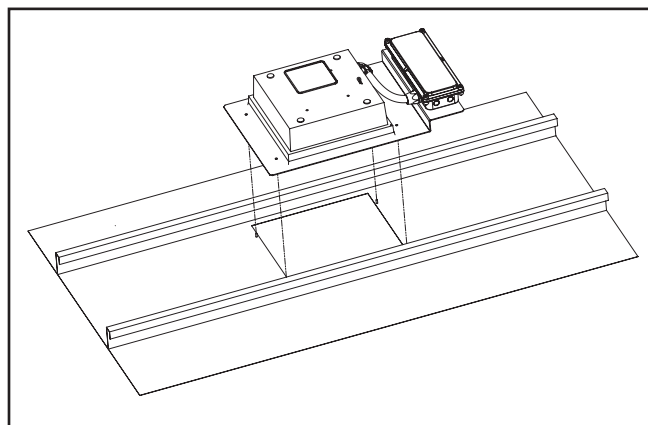
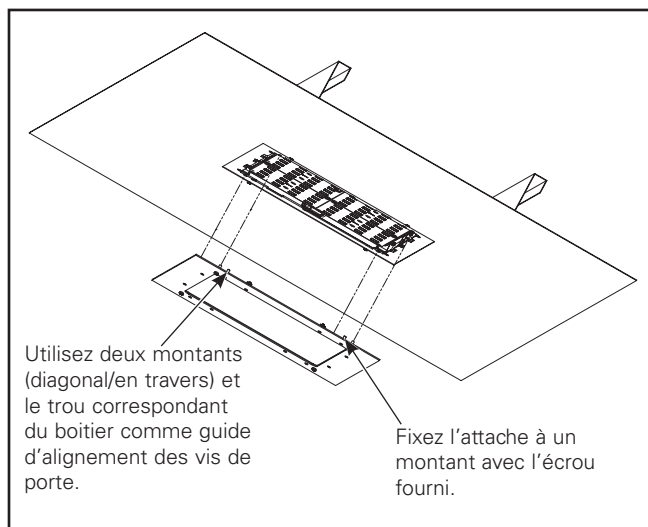

Figure 4.
Figure 6.
13. Alignez les quatre (4) vis à tôle ayant été vissées dans la voûte avec les quatre (4) ouvertures du cadre du luminaire (Figure 4).
15. Fixez l'attache à la porte en desserrant l'écrou de la porte puis en plaçant l'attache sur le montant et resserrez l'écrou (Figure 6).
16. Vissez la porte au luminaire en vous assurant que l'attache ne se coince pas dans le joint d'étanchéité et serrez les quatre (4) vis de la porte (en utilisant deux [2] montants diagonaux comme guide pour repérer les vis de la porte. (Figure 6). Serrez complètement les vis à un couple de 1,7 Nm (15 po-lb).
13. Retournez le luminaire avec le cadre face vers le haut et utilisez les quatre (4) vis à tôle comme tige-guides pour fixer le luminaire sur le dessus de la voûte (Figure 4).
15. Appliquez du scellant autour des quatre (4) vis pour couvrir l'ouverture de la vis autour de la plaque métallique puis serrez les quatre (4) écrous fournis.
17. Fixez l'attache à la porte en desserrant l'écrou de la porte puis en plaçant l'attache sur le montant et resserrez l'écrou (Figure 6).
18. Vissez la porte au luminaire en vous assurant que l'attache ne se coince pas dans le joint d'étanchéité et serrez les quatre (4) vis de la porte (en utilisant deux [2] montants diagonaux comme guide pour repérer les vis de la porte. (Figure 6). Serrez complètement les vis à un couple de 1,7 Nm (15 po-lb).